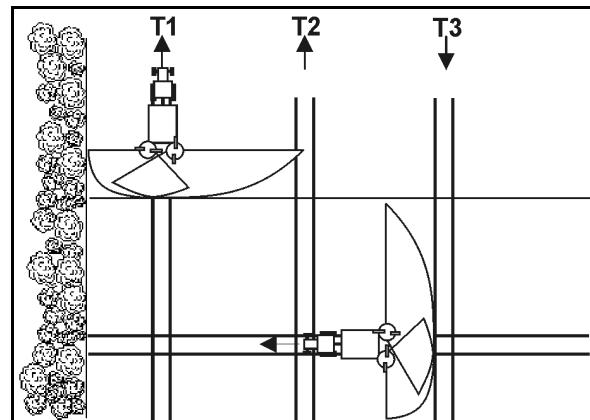

Fig. 72
**Limiter** eller en **grensespredeskive** blir det første kjøresporet (Fig. 72/T1) som regel alltid lagt i en halv kjøresporavstand fra kanten av jordet. På samme måte blir et slikt spor lagt i vendeteigen.